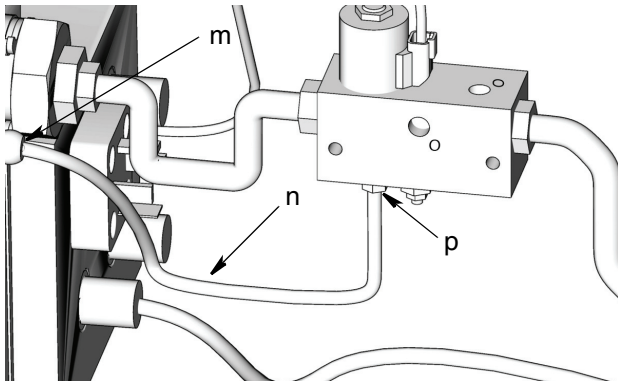

FIG. 9
12. Installare il tubo (n) di sfiato tra la porta (p) di sfiato e il raccordo (m) (FIG. 9).